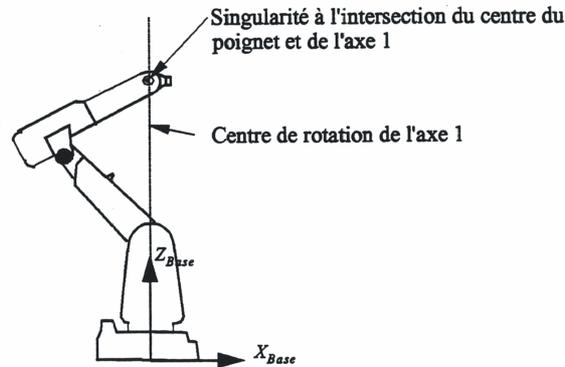

Fig.5.31 : Singularité du bras ou d'épaule
- la singularité d'épaule (voir figure 5.31),
La singularité d'épaule survient dans les configurations où le centre du poignet (intersection des axes 4, 5 et 6) se trouve directement au-dessus de l'axe 1 (voir figure 5.31).